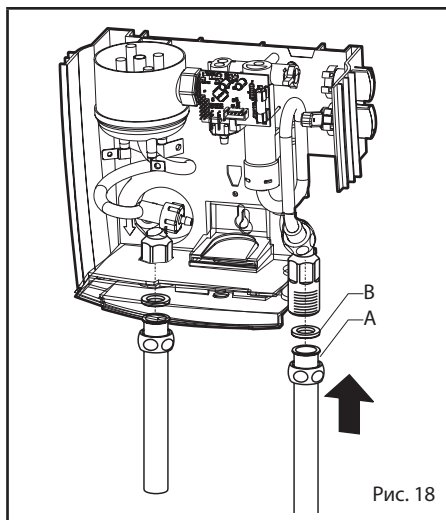

Рис. 18
- Соединить шланги прибора с обоими углами с применением уплотнительной прокладки (рис. 18/В).